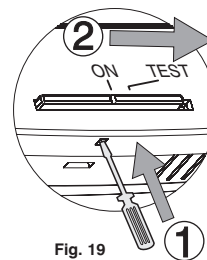

Fig. 19
- Spostare il selettore "ON - TEST" su TEST (fig. 19).
- Spostare il selettore "ON - TEST" su TEST (vedi fig. 19).